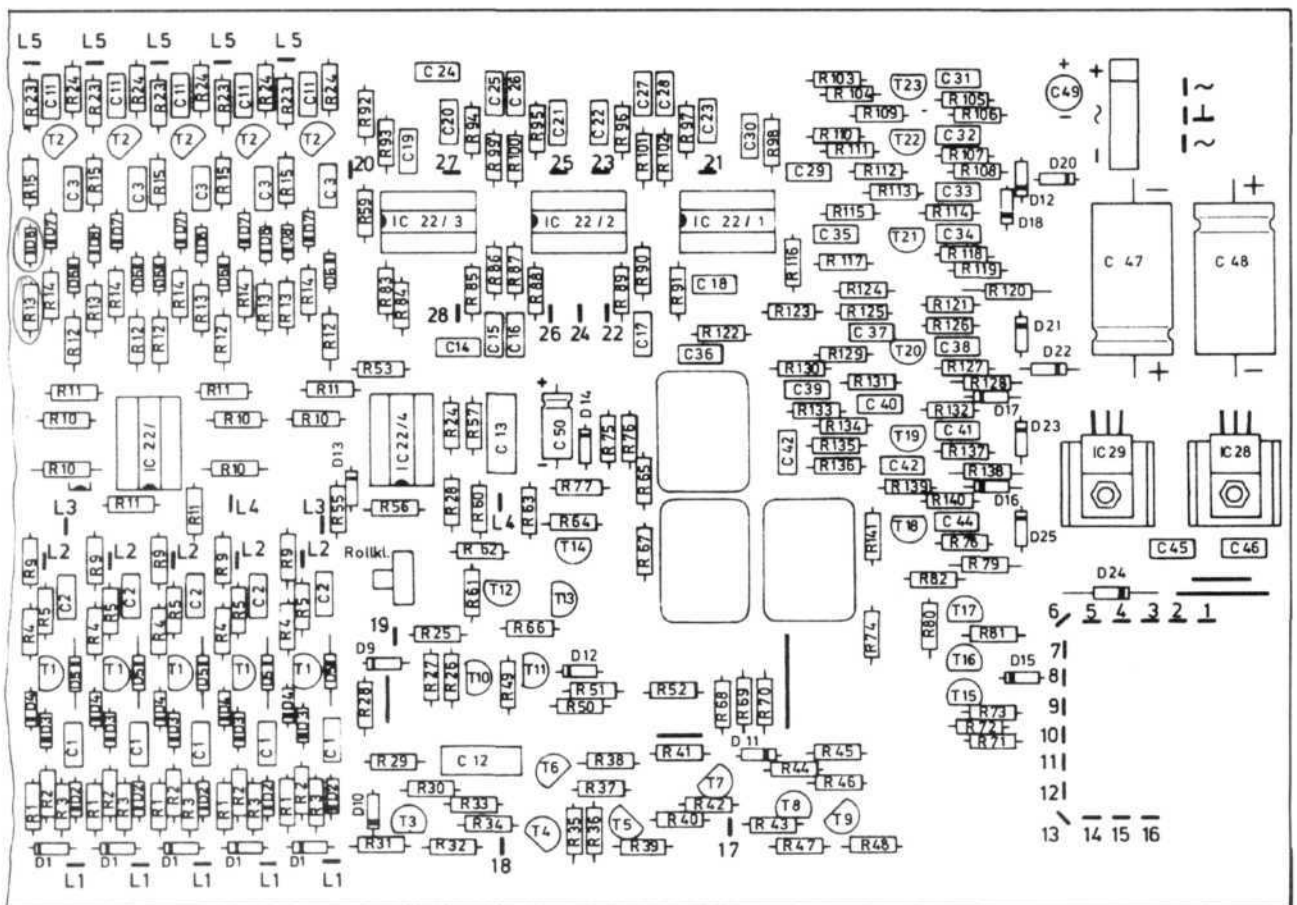

Bild 35. Positionennummernplan Platine P 83 747
- b: z.B. in sämtlichen Schalterstellungen — 15 V (damit keine Anschlagabhängigkeit): T 3, T 4, T 5 sowie D 10 überprüfen (s. Bild 35).
Das Tremolo wird gesteuert über die Transistoren T 13 ... T 15 und Diode D 15. Falls sich der Shatter-Effekt nicht vollständig abschalten läßt, ist die Vibratospannung zu hoch. Widerstand R 59 wird auf 47 k Ω erhöht (s. Bild 35).